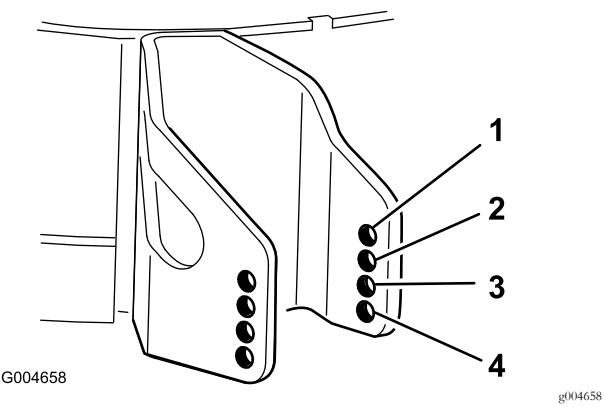

图9
4. 选择一个孔使防刮滚筒被放置到离对应所需剪草高度最近的位置 图9。